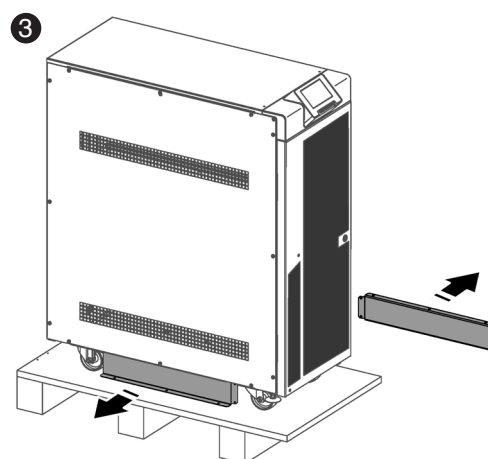

Fig. 23. Extraction des guides pour faciliter la descente de l'équipement de sa palette.
- 3 Dévissez les guides de part et d'autre de la base de l'équipement fourni pour faciliter la descente de l'équipement (Fig. 23).